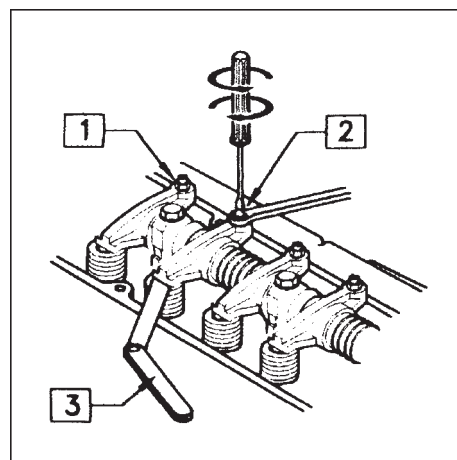

Рис. 8.2
Переведите поршень №1 в верхнюю мертвую точку цикла сжатия и отрегулируйте зазор впускного и выпускного клапанов первого цилиндра. Для этого ослабьте гайку коромысла (1) и поворотом регулировочного винта (2) отрегулируйте зазор клапана при помощи щупа (3) — см. рис. 8.2. Зазор впускных клапанов должен составлять 0.36–0.46 мм, выпускных — 0.43–0.53 мм. Аналогичным образом отрегулируйте зазор клапанов остальных цилиндров. Определить положение, соответствующее мертвой точке цикла сжатия можно, совмещая метки на шкиве коленвала с метками на крышке газораспределительного механизма. Закончив регулировку затяните стопорную гайку, удерживая регулировочный винт от вращения.
Для проверки натяжения пальцем покачайте ремень из стороны в сторону. Диапазон движения должен находиться в пределах до 15 мм (см. рис. 8.2).